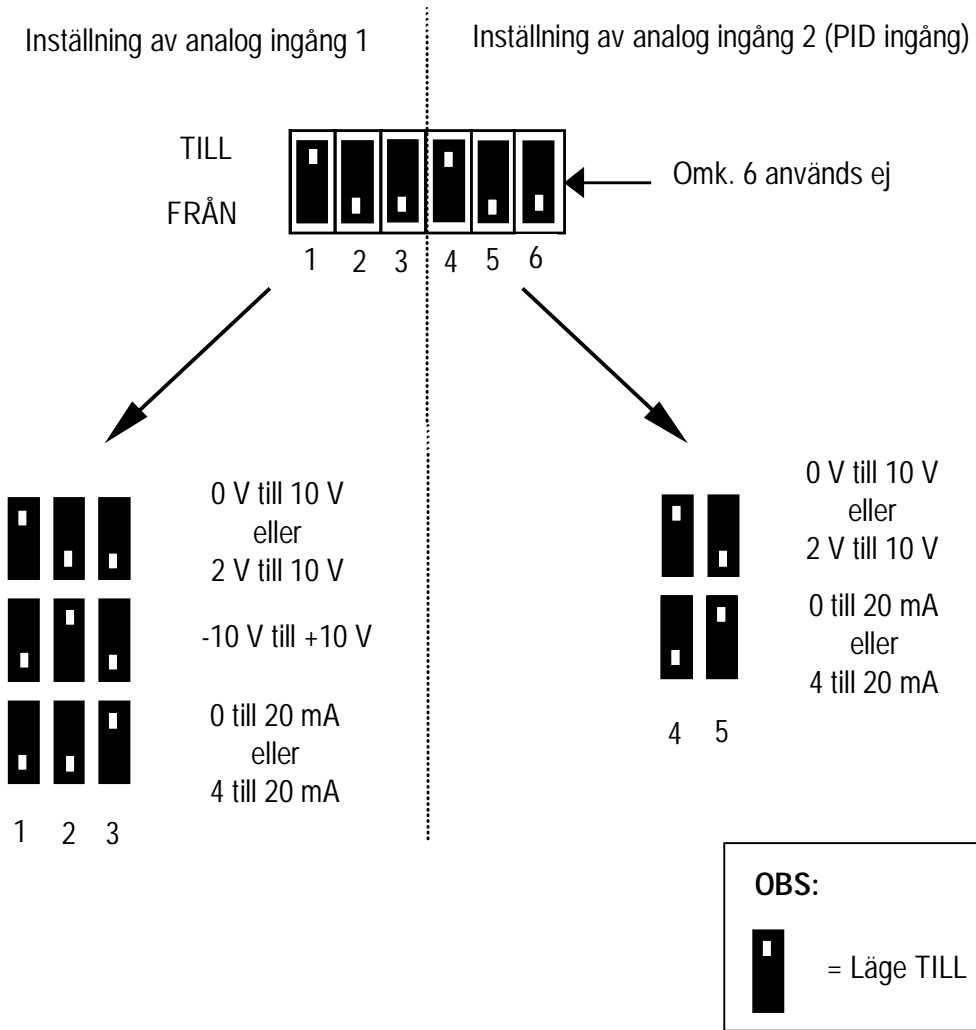
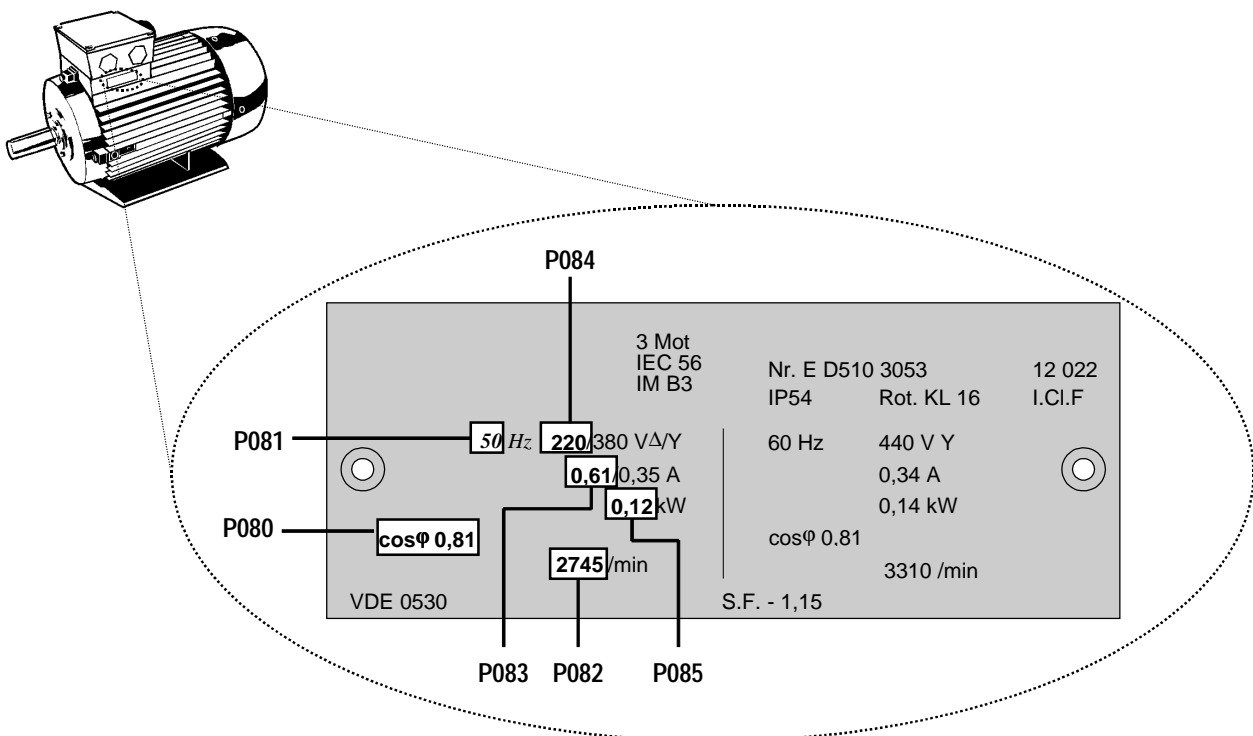

Fig. 10. DIP-omkopplare
Fig. 11: Exempel på motormärkskylt
Med DIP-omkopplarna kan man välja mellan analoga ingångar för spänning (V) och ström (I) och eventuellt en PID-retursignal för spänning eller ström (se Fig. 10: DIP-omkopplare). Dessa omkopplare blir åtkomliga enbart när klaffen på frontpanelen är upplyft (se Fig. 3).
De fem DIP-omkopplarna måste ställas enligt P023 eller P323 beroende på hur omriktaren används. Fig. 10 nedan visar omkopplarnas inställning för olika driftsätt.
- (1) Omriktaren har inte någon huvudströmbrytare och får ström när nätspänningen är ansluten. Den väntar med utgångarna inaktiva tills man trycker på knappen KÖR eller på att en digital TILL-signal erhålls på anslutning 5 (medurs) eller 6 (moturs) - se parametrarna P051 till P055 och P356.
- (2) Om den valda utgångsfrekvensen skall visas (P001 = 0), visas motsvarande börvärde en gång var 1,5:e sekund medan omriktaren är stoppad.
- (3) Omriktaren är på fabriken programmerad för standardtillämpningar på NORD:s standardmotorer. Om andra motorer används, måste man skriva in specifikationen från motorns märkskylt i parametrarna P080 till P085 (se Fig. 11).
- (1) Anslut manöveringången 9 till ingången 5 via en vanlig FRÅN-/TILL-omkopplare. Detta riggar motorn för medurs rotation (standard).
- (2) Fäst alla mekaniska skydd och koppla på nätströmmen till omriktaren. Ställ parameter P009 på 002 eller 003 för att möjliggöra justering av alla parametrar.
- (3) Kontrollera att parameter P006 är satt till 000, vilket anger digitalt börvärde.
- (4) Ställ parameter P007 på 000 för att ange digitala indata (dvs DIN1, ingång 5 i detta fall) och inaktivera knapparna på frontpanelen.
- (5) Ställ parameter P005 på önskat frekvensbörvärde.
- (6) Ställ parametrarna P080 till P085 på värden enligt motorns märkskylt (se Fig. 11).
- (3) Ställ DIP-omkopplarna 1, 2 och 3 för analogingång 1 på spänning (V). (Se Fig. 10, avsnitt 3.1.2)
- (4) Fäst alla mekaniska skydd och koppla på nätströmmen till omriktaren. Ställ parametern P009 på 002 eller 003 för att möjliggöra justering av alla parametrar.
- (5) Ställ parameter P006 på 001 för att ange analogt börvärde.
- (6) Ställ parameter P007 på 000 för att ange digitala indata [dvs DIN1 (ingång 5) i detta fall] och inaktivera knapparna på frontpanelen.
- (7) Ställ parameterarna P021 och P022 för att ange min. och max. inställning för utfrekvensen.
- (8) Ställ parametrarna P080 till P085 på värden enligt motorns märkskylt (se Fig. 11).